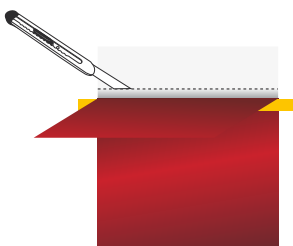

Abbildung 03
- › 10 cm Abdeckpapier abziehen. (Abb. 03)